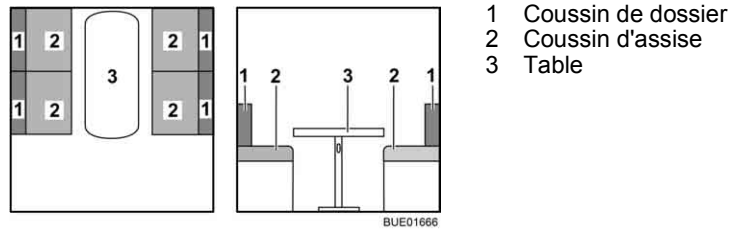

Fig. 93 Avant la transformation
- Placer tous les coussins de dossier (Fig. 93,1) de côté.
- Convertir la table (Fig. 93,3) en sommier de lit (voir paragraphe 6.12).